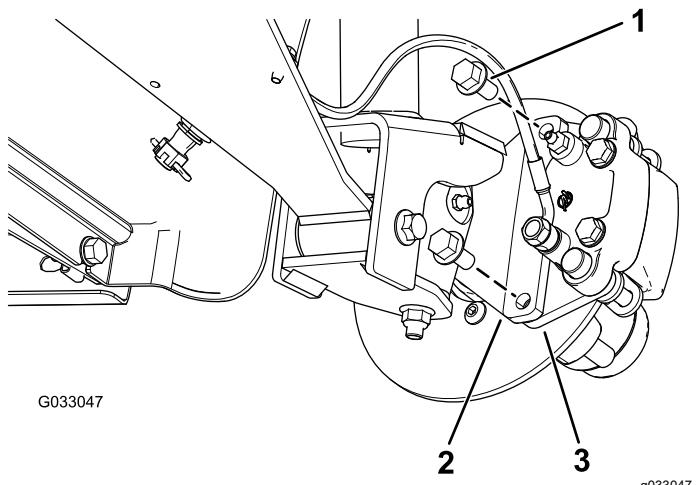
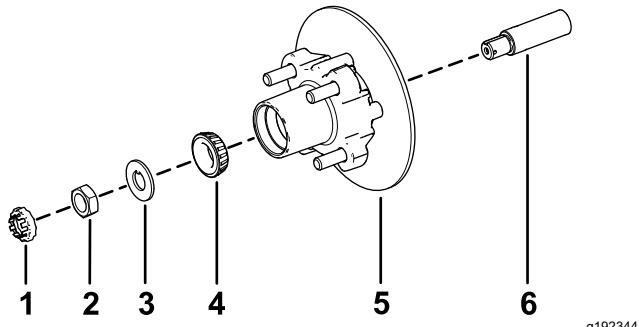

Bild 33
Bild 37
3. Entfernen Sie die Bundkopfschrauben ($\frac{3}{8}$ " x $\frac{3}{4}"), mit denen die Halterung für die Bremse an der Spindel befestigt ist, und nehmen die Bremse von der Spindel ab (Bild 33).$
1. Fetten Sie die Spindel leicht mit der angegebenen Fettsorte ein (Bild 37).
2. Montieren Sie die Radnabe und den Drehzylinder an der Spindel mit dem Drehzylinder innen (Bild 37).
3. Montieren Sie das Außenlager an der Spindel und setzen das Lager auf den äußeren Lagerring (Bild 37).
4. Legen Sie die Nasenscheibe auf die Spindel (Bild 37).
5. Schrauben Sie die Spindelmutter auf die Spindel und ziehen Sie die Mutter auf ein Drehmoment von 15 N·m an, während Sie die Radnabe drehen um das Lager zu fixieren (Bild 37).
2. Flachten Sie die Bremsbeläge mit jeder Seite des Drehzylinders (Bild 33) und die Löcher in der Bremsbackenhalterung mit den Löchern im Bremsenhalter des Spindelrahmens aus (Bild 37).
3. Befestigen Sie den Bremsbackenhalterung mit den beiden Bundkopfschrauben ($\frac{3}{8}$ " x $\frac{3}{4}$ ") am Spindelrahmen (Bild 33).